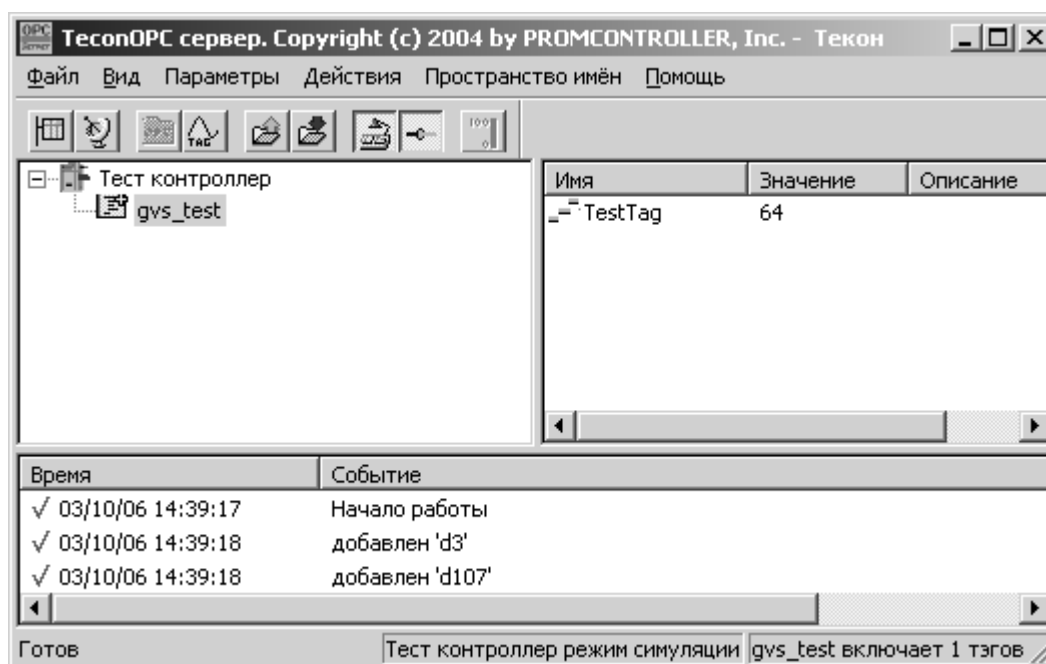

Рисунок 3.4 - Просмотр значений тэгов (пример)
г) выберите созданный контроллер и нажмите кнопку  (см. Рисунок 3.4) для добавления группы;
е) выберите созданную группу и нажмите кнопку  (см. Рисунок 3.4) для добавления тэга;
- а) выделите созданную группу gvs_test и нажмите кнопку . Вы увидите примерно то, же что на рисунке (см. Рисунок 3.4), за исключением того, что значение, которое на рисунке равняется 64, будет изменяться случайным образом.